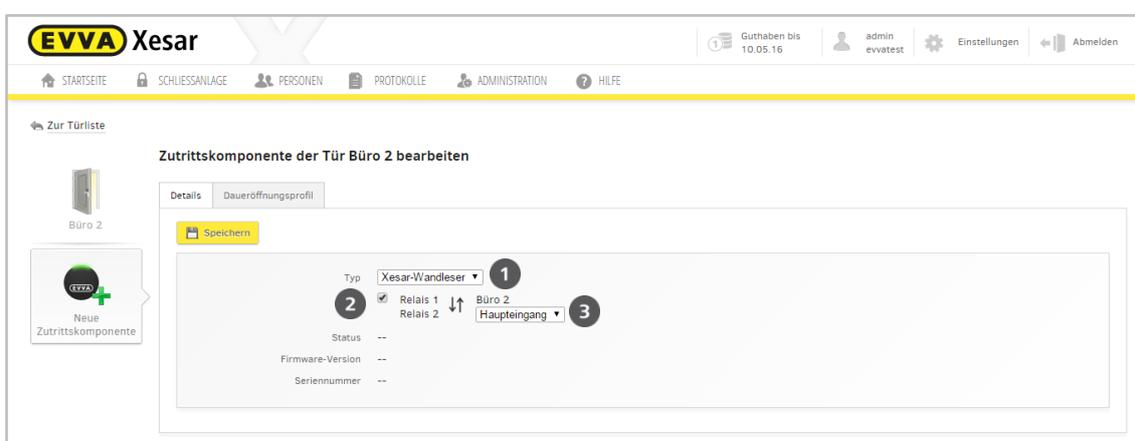

Abbildung 87: Xesar-Wandler verbinden
- Dem Wandler wird automatisch **Relais 1** zugewiesen ❶ (Abbildung 87: Xesar-Wandler verbinden).
- Nachdem Sie die zweite Tür angelegt haben, klicken Sie auf **Neue Zutrittskomponente** ❸ und wählen Sie im Dropdown-Menü den Xesar-Wandler aus.
- Setzen Sie jetzt das Häkchen wie unter Punkt ③ abgebildet (Abbildung 87: Xesar-Wandler verbinden).
- Wählen Sie die andere – neu angelegte – Tür unter Punkt ② im Dropdown-Menü aus. Dadurch wird ein zweiter Wandler automatisch der ausgewählten Tür zugewiesen, das Symbol des Wandlesers ändert sich von  (Symbol-> 1 Wandler) auf  (Symbol -> 2 Xesar-Wandler).